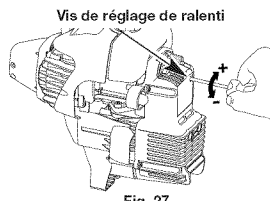

Fig. 27
La vitesse de ralenti du moteur est réglable à l'aide d'une vis de réglage accessible par un trou situé sur le dessus du couvercle du moteur (Fig. 27).
- Relâchez la manette des gaz et laissez le moteur tourner au ralenti. Si le moteur s'arrête, insérez un tournevis cruciforme entre la couverture du filtre à air et celle du moteur (Fig. 27). Tournez la vis du ralenti dans le sens des aiguilles d'une montre, 1/8 de tour à la fois (selon le besoin) jusqu'à ce que le moteur tourne au ralenti sans à-coups.